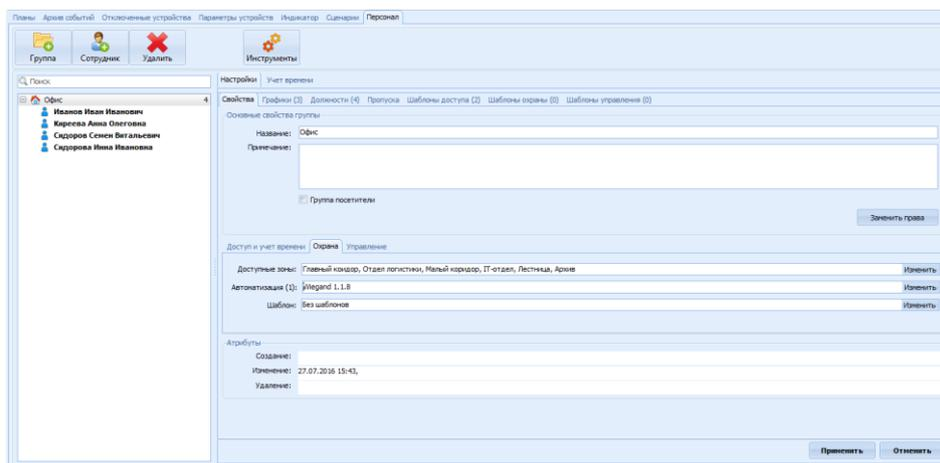

Рис. 7 Закладка **Свойства** для выбранного объекта, **Охрана**
- ✓ Вкладка **Охрана** (Рис. 7):